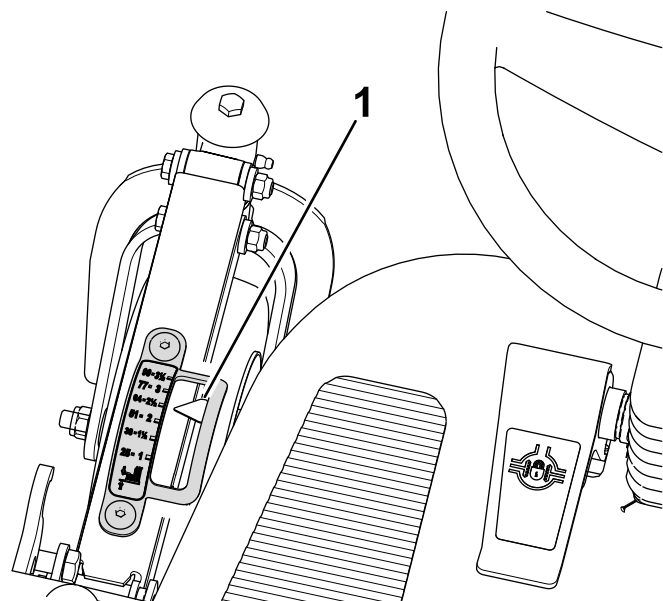

Bild 97
1. Stellen Sie die Schnitthöhe auf 64 mm ein (Bild 97).